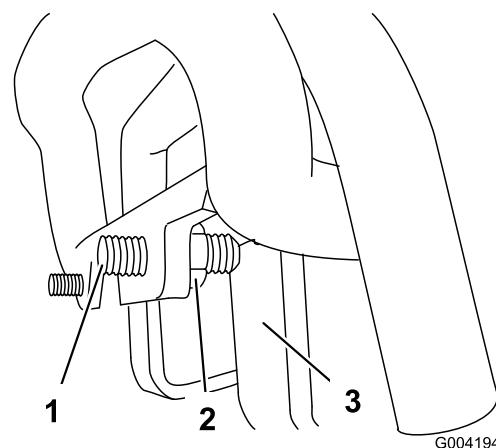

Figura 54
- Si la unidad de tracción se desvía a la **izquierda**, afloje la contratuerca de la **derecha** y ajuste el tornillo de fijación de desplazamiento en la parte delantera del control de tracción (Figura 54).
- Si la unidad de tracción se desvía a la **derecha**, afloje la contratuerca de la **izquierda** y ajuste el tornillo de fijación de desplazamiento en la parte delantera del control de tracción (Figura 54).